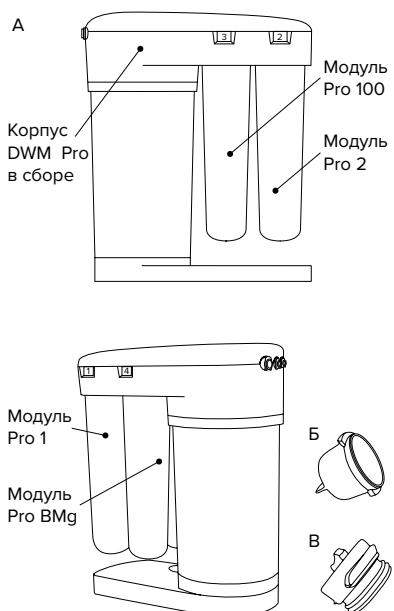

Рис. 1
1. Корпус DWM Pro (рис. 1) состоит из верхней плиты с коллекторами для подсоединения сменных фильтрующих модулей, блока гидроавтоматики, основания, обеспечивающего устойчивость DWM Pro. Верхняя плита закрыта декоративной крышкой, закрепленной пластиковыми фиксаторами. Важной деталью корпуса DWM Pro является накопительный бак для чистой воды. Так как производительность обратноосмотической мембранны невелика (зависит от типа мембранны, температуры воды, давления в водопроводе), вода после мембранны поступает в накопительный бак для того чтобы Вы могли пользоваться чистой водой в любой момент и в необходимых количествах.